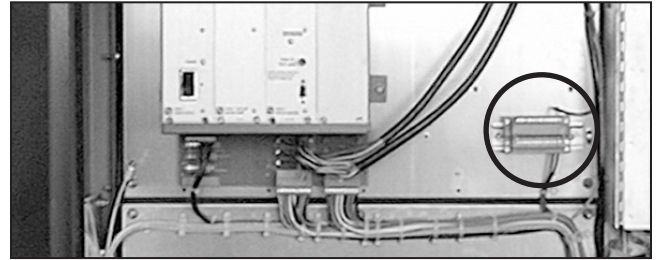

Figura 61. Conecte los cables de tierra en la caja de contactos.
- (f) Hasta tres pares de cables de tierra, VS-G1 y VS-G2, están incluidos. Vea su diagrama de cableado para los detalles. Desconecte los cables de tierra de los hilos de la conexión a tierra temporal y páselos hacia el gabinete de baja tensión. Conecte los cables de tierra al bloque de la terminal especificado en los planos proporcionados y apriete los tornillos de fijación por completo. Ver la Figura 61.